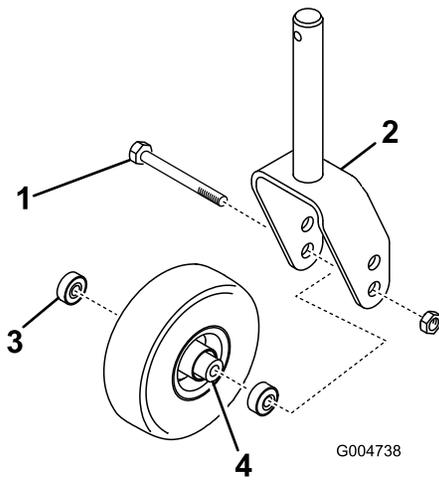
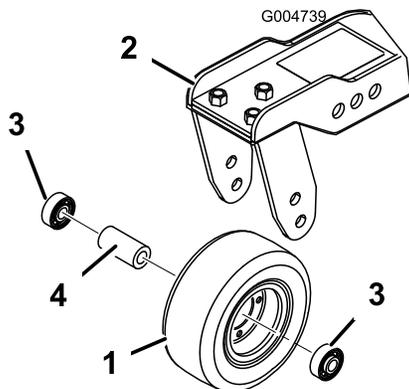

Figura 79
Figura 80
1. Retire a porca de bloqueio do parafuso que fixa a estrutura da roda giratória entre a forquilha da roda giratória (Figura 79) ou o braço articulado da roda giratória (Figura 80). Fixe a roda giratória e retire o parafuso da forquilha ou do braço articulado.
2. Retire o rolamento do cubo da roda e deixe cair a cunha do rolamento para fora (Figura 79 e Figura 80). Retire o rolamento do lado oposto ao do cubo da roda.